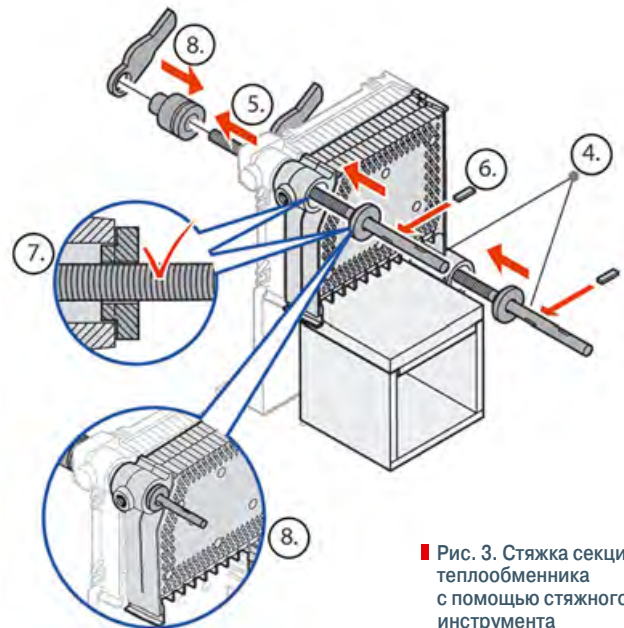

Рис. 3. Стяжка секций теплообменника с помощью стяжного инструмента
12. Используя стяжной инструмент, стяните секции до полного их соединения (рис. 3).